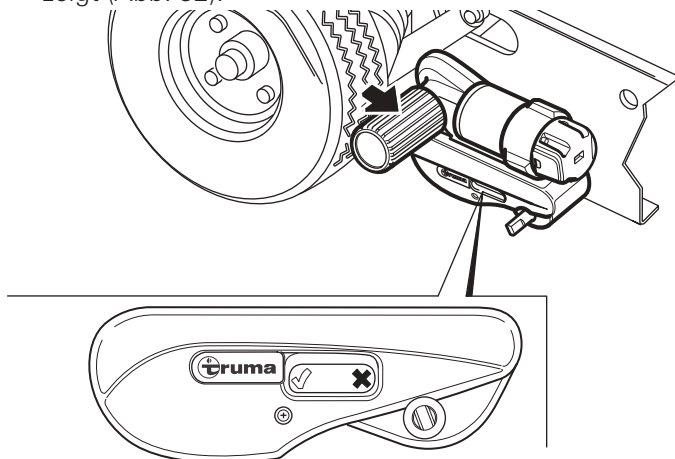

Abb. 32
- Das Abschwenken war erfolgreich, wenn die Statusanzeige am Gehäuse des Rangiersystems auf **✗** zeigt (Abb. 32).